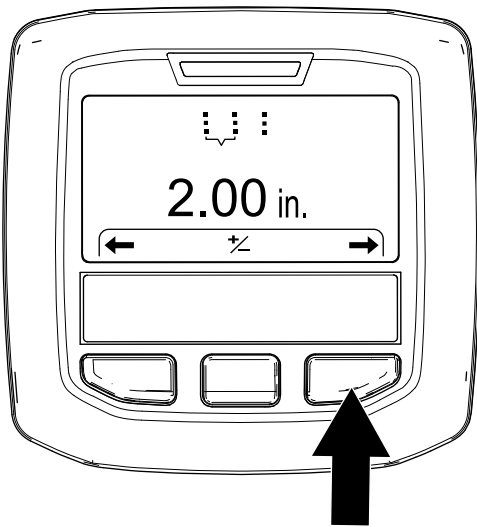

図 48
4. インフォセンターの右ボタンを押して「穴開け間隔設定」Setting the Hole Spacing 画面を出す 図 48。